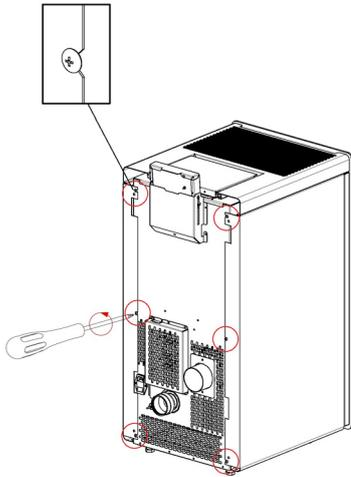

Fig. 49 - Schrauben lösen
- Die 4 hinteren Schrauben heraus-schrauben (siehe **Fig. 49 auf S. 24**).
- Die 6 hinteren Schrauben heraus-schrauben (siehe **Fig. 49 auf S. 24**).